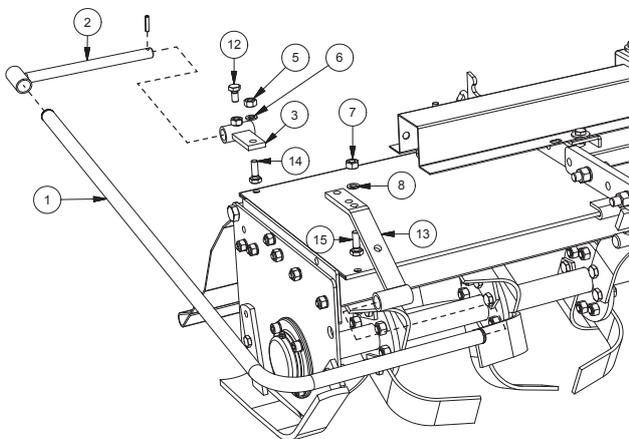

FIG. 9
1. Monter le support arrière (3, Fig. 9) avec la vis (14), l'écrou (5) et la rondelle (6).
2. Insérer le support (2) en en bloquant la position avec la vis (12).
3. Insérer le côté le plus long de la protection (1) dans le support arrière (2) et insérer les supports avant (13) dans la protection (1).
4. Monter les supports avant (13) avec la vis (15), les écrous (7) et les rondelles (8).